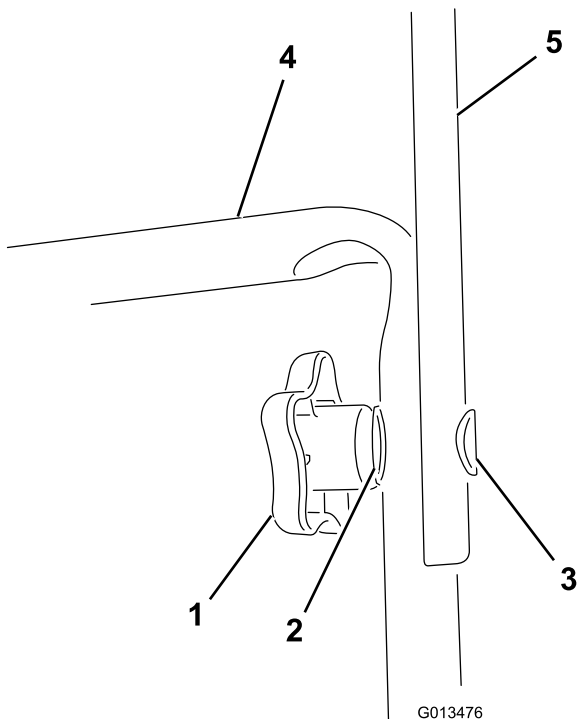

Рисунок 1
- Установите верхнюю рукоятку на нижнюю рукоятку машины, закрепив с помощью рельефных ручек, пружинных шайб и болтов с овальными головками, как показано на Рисунок 1.